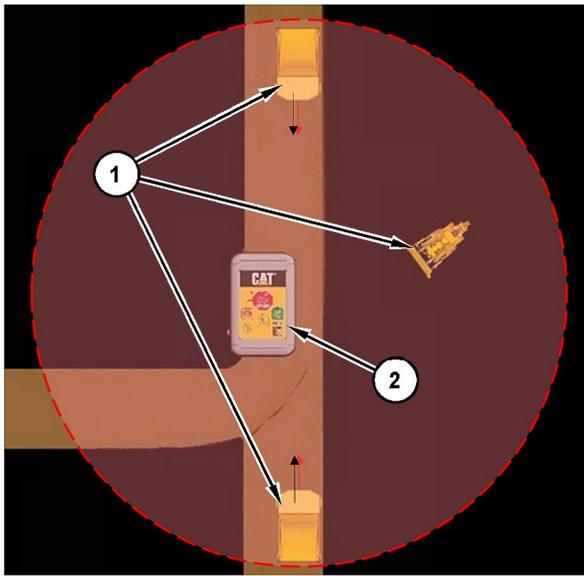

Ilustración 9
- (1) Máquinas equipadas con un receptor de parada autónoma
(2) Transmisor de parada autónoma
En la ilustración 9, se muestran máquinas equipadas con parada autónoma con receptores de parada autónoma instalados. La luz indicadora de Diodo Emisor de Luz (LED, Light Emitting Diode) de parada autónoma en el control remoto del transmisor de parada autónoma (2) indica que se ha activado una parada autónoma. El círculo de la ilustración 9 representa el alcance de la parada autónoma. En la ilustración 9, las máquinas equipadas con parada autónoma (1) que están dentro del alcance del transmisor de parada autónoma (2) se detienen debido a que se oprimió el botón de parada autónoma. Una vez que se haya producido un suceso de parada autónoma, todas las máquinas equipadas con parada autónoma (1) que estén o ingresen dentro del alcance del transmisor de parada autónoma (2) se detendrán siempre que dicho transmisor esté transmitiendo de manera continua. Se requiere la señal de "reajuste" y de "cancelación" para que se reanude la operación normal de las máquinas con parada autónoma afectadas (1).